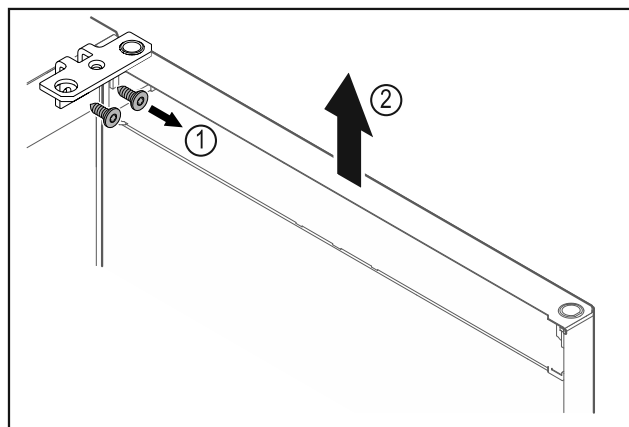

Fig. 9
- ▶ Csavarozza le a csuklópántot Fig. 9 (1).
- ▶ Az ajtót a csuklópánttal Fig. 9 (2) együtt emelje meg felfelé kb. 200 mm-rel, majd vegye le.